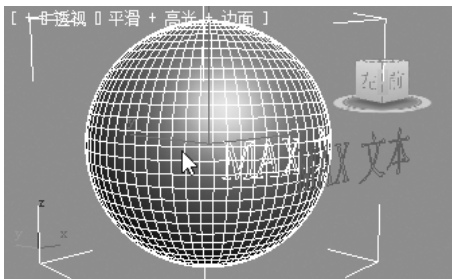

图 4-14 图形合并
Step4: 点击“拾取图形”,拾取文字此时文字已经映射到球体上了,如图 4-14 所示。